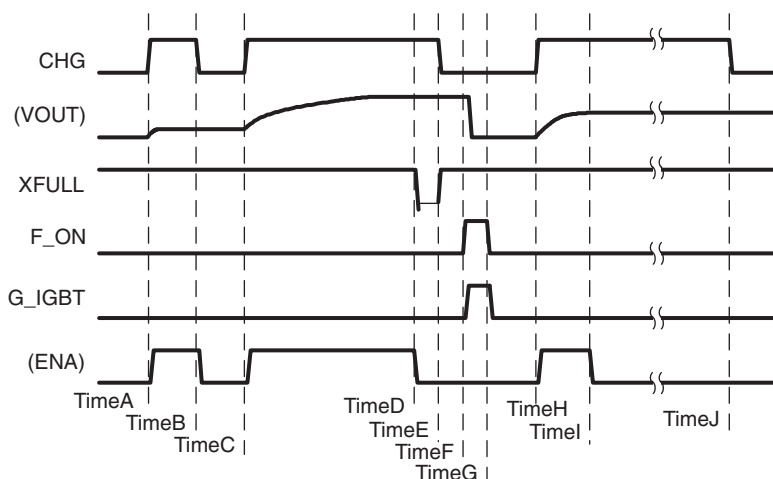

図 4. 全体的な動作シーケンス・チャート
充電を開始する唯一の方法は、CHG ↑ を入力 (立ち上がりエッジトリガ) することです (図 4 の Time A/C/H を参照)。CHG ↑ を印加するたびに、TPS65560 は充電を開始します。
1. コントローラから CHG = “L” レベルが入力されることによる強制停止 (図 4 の Time B 参照)
2. 充電完了を検出することによる自動停止。VOUT が目標値に到達 (図 4 の Time D 参照)。
3. 保護による中止。これは、SW ピンでの過電流検出機能 (OV_{DS}) トリガによるものです (図 4 の Time I を参照)。
デバイスは time H の時点で充電を開始し、 OV_{DS} による保護は Time I の時点で発生します (図 4 を参照)。Time I の時点で、XFULL は “H” レベルを保持します。コントローラは Time J の時点で、タイマが時間切れになって終了したという結果によって OV_{DS} による保護が発生したことを検出し、次に CHG を “L” レベルに設定して動作を終了させます。
TPS65560には、SWピンでの過電圧モニタ機能があります。スイッチがオン時間になっている間にSWピンでの電圧が OV_{DS} を上回った場合、TPS65560は強制的にオフにされます (図4とその説明を参照)。